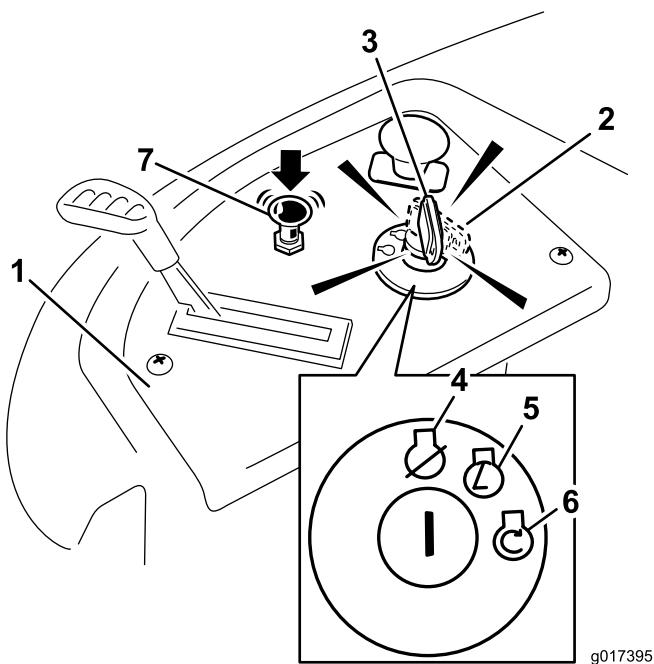

Figure 14
4. Tournez la clé de contact en position de démarrage pour activer le démarreur. Relâchez la clé quand le moteur démarre (Figure 14).
- 5. Lorsque le moteur démarre, appuyez sur la commande de starter (Figure 14). Si le moteur cale ou hésite, tirez la commande de starter et faites tourner le moteur quelques secondes. Ensuite repoussez la commande du starter. Répétez l'opération si nécessaire.
3. Tournez la clé de contact en position Contact coupé (Figure 14) et enlevez la clé du commutateur d'allumage.